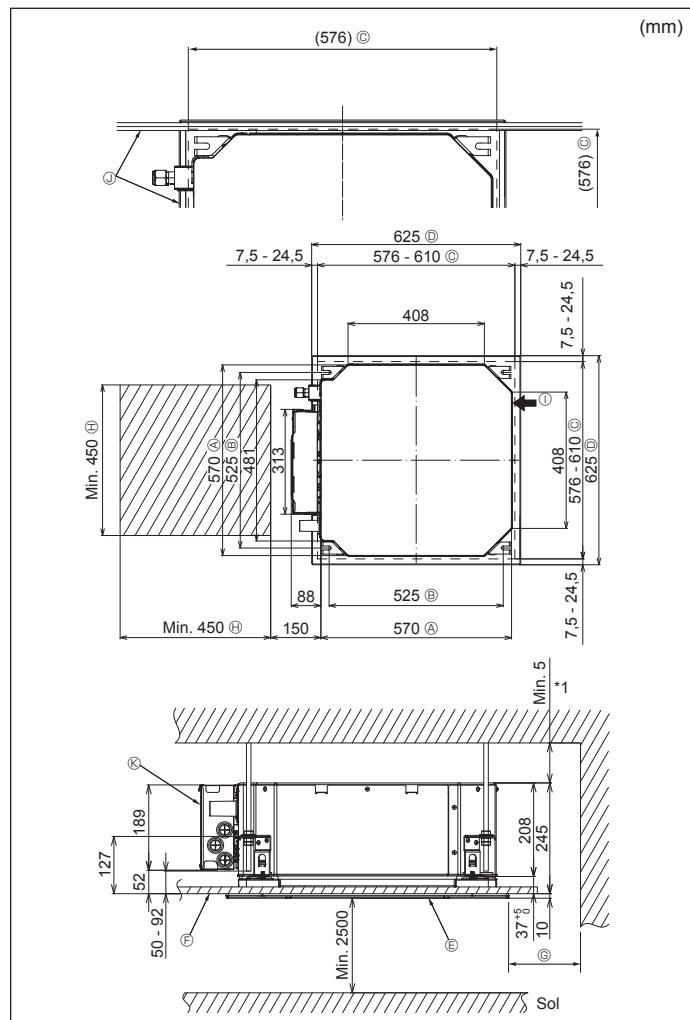

Fig. 4-2
②	Rondelles (avec isolation)	4
③	Rondelles (sans isolation)	4
④	Cache-tuyaux (pour le raccord des tuyaux de réfrigérant)
⑤	petit diamètre (liquide)	1
⑥	grand diamètre (gaz)	1
⑦	Courroie (large)	6
⑧	Courroie (moyenne)	2
⑨	Courroie (petite)	2
⑩	Prise d'écoulement	1
⑪	Isolation	1
4.2. Emplacement d'installation des ouvertures au plafond et boulon de suspension (Fig. 4-2)